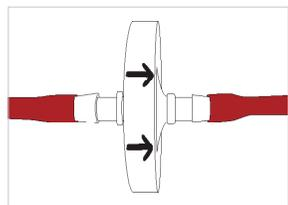

Abbildung 23
- ⚠ **Wenn Sie den Filter wiederverwenden, stellen Sie sicher, dass er in der ursprünglichen Richtung angebracht wird. (Abb. 23)**